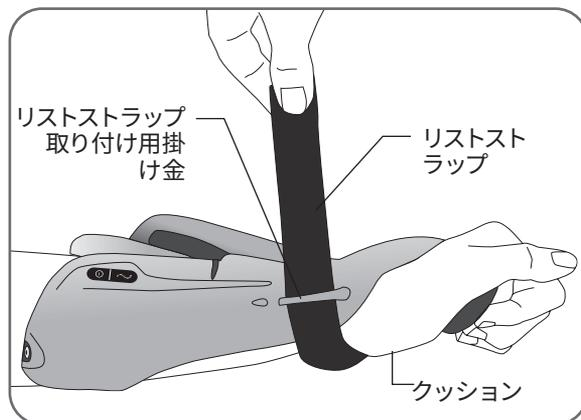

図 8-12: リストストラップの取り付け
8. リストストラップをリストストラップ取り付け用掛け金に通して引き上げます。図 8-12 を参照してください。